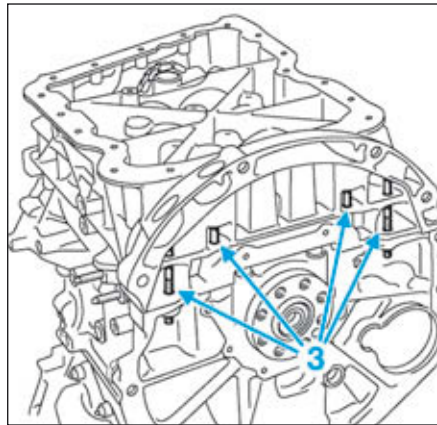

FIG.51
- Déposer les quatre vis de fixation (3) (Fig.51).